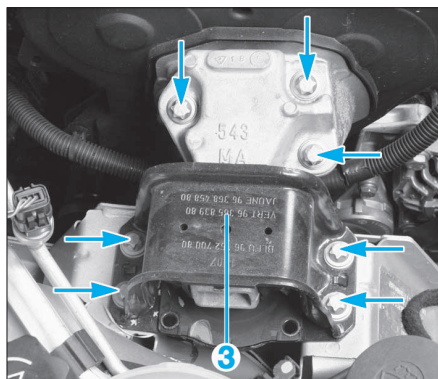

FIG. 39
- Déposer le tirant anti-basculement (2).
- Déposer le support moteur droit (3) (Fig.39).